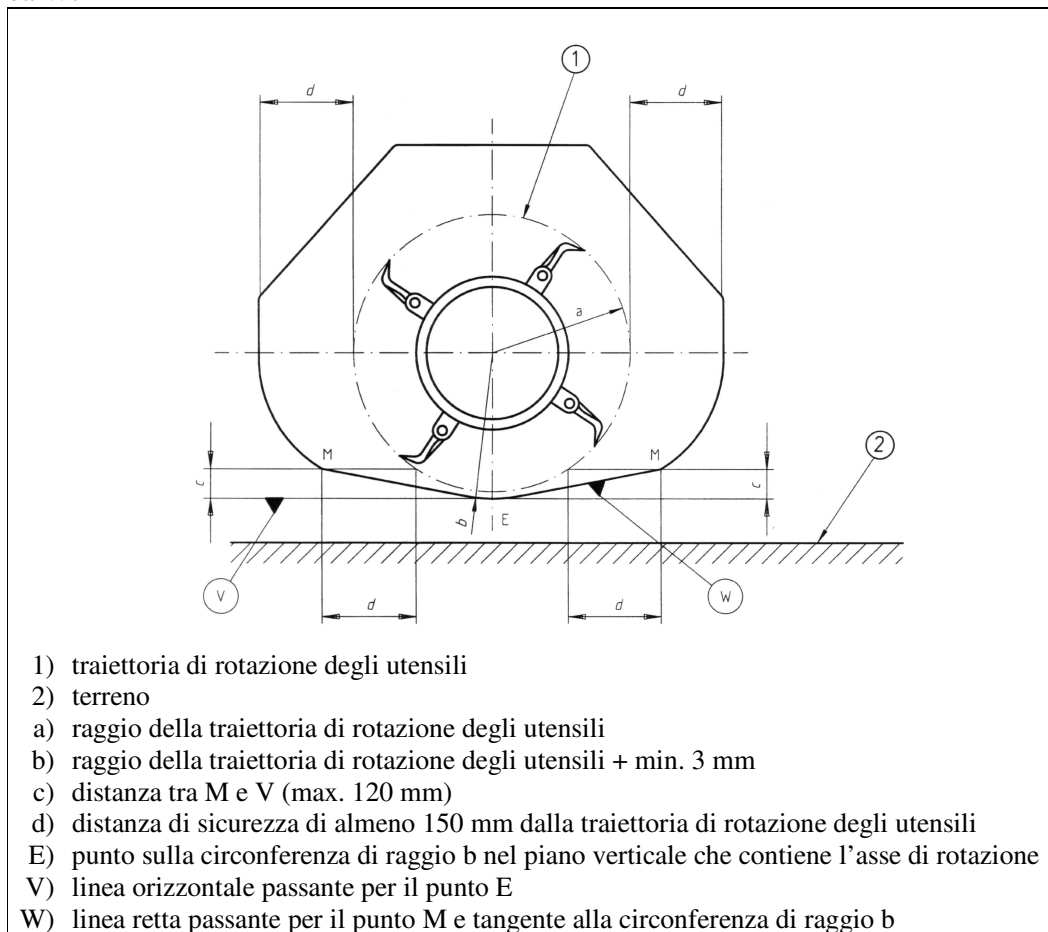

Figura 3 – Protezione laterale per mezzo di copertura protettiva
- La protezione laterale su macchine falciatrici e pacciamatrici ad asse orizzontale si può realizzare mediante ripari disposti nelle vicinanze degli utensili, in modo che i loro limiti inferiori siano almeno 3 mm al di sopra della traiettoria di rotazione delle lame falcianti (figura 3).